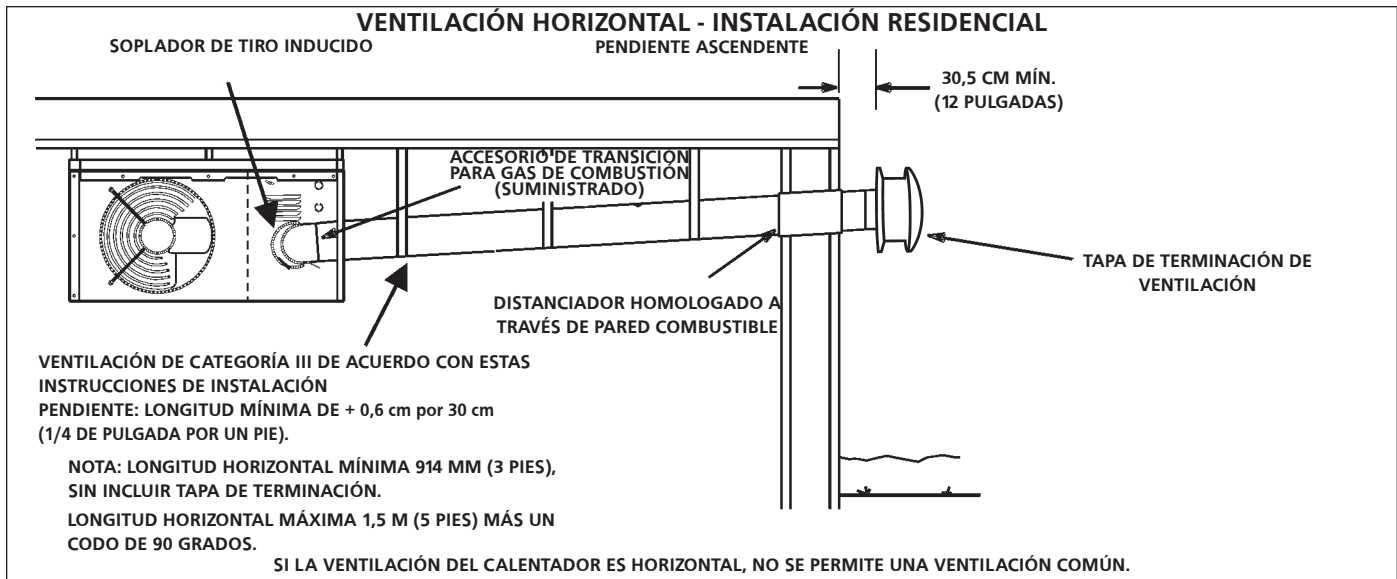

FIGURA 6
- Para instalaciones residenciales horizontales, estas unidades cuentan con la certificación de dispositivos de Categoría III. **Ventilación A: recomendaciones y requisitos generales y C: Ventilación horizontal: general y E: Ventilación horizontal: residencial.** Consulte la **figura 6**.